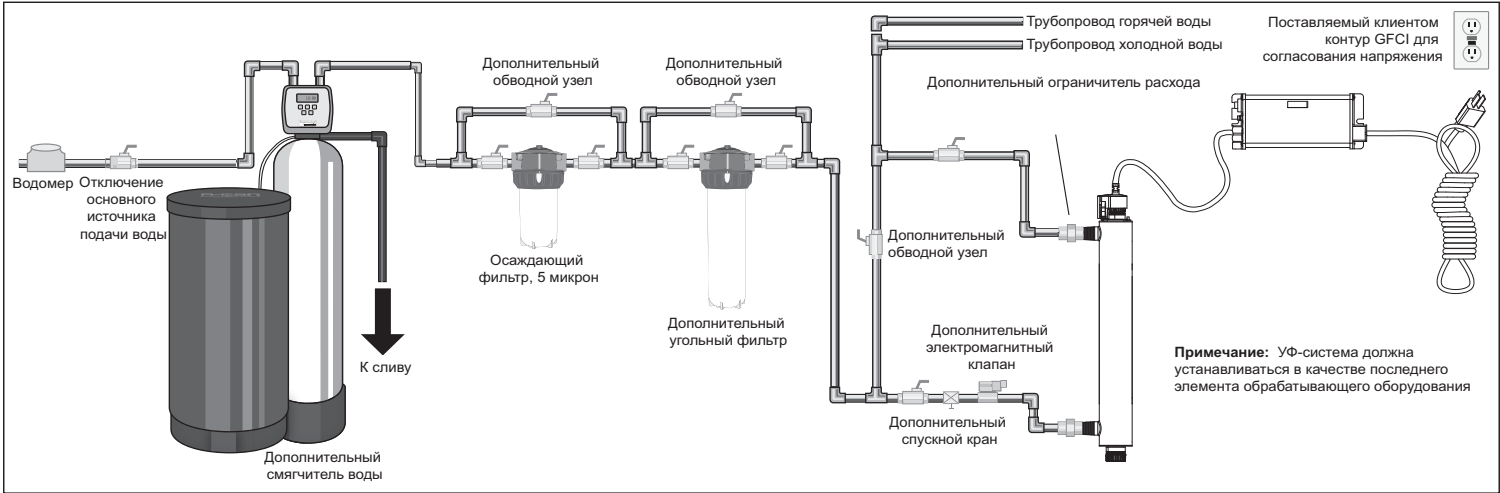

Рисунок 3 Система дезинфекции
- На Рисунок 3 показана установка типичной системы дезинфекции и соответствующих компонентов, которые могут использоваться с установкой. В случае, если требуется «автономное» техническое обслуживание, рекомендуется использовать обводной узел. В данном случае учтите, что при использовании обводного узла для системы распределения требуется дополнительная дезинфекция. К тому же во время использования обводного узла вода НЕ будет проходить дезинфекцию, и на обводном узле необходимо физически установить табличку с текстом «ВОДУ НЕ ИСПОЛЬЗОВАТЬ» до тех пор, пока система не пройдет санитарную обработку и ее эксплуатация не будет продолжена. Дополнительную информацию см. в Раздел 3.2. Если потребуется использовать воду в ходе автономного состояния системы, воду следует прокипятить в течение 2 минут перед потреблением.